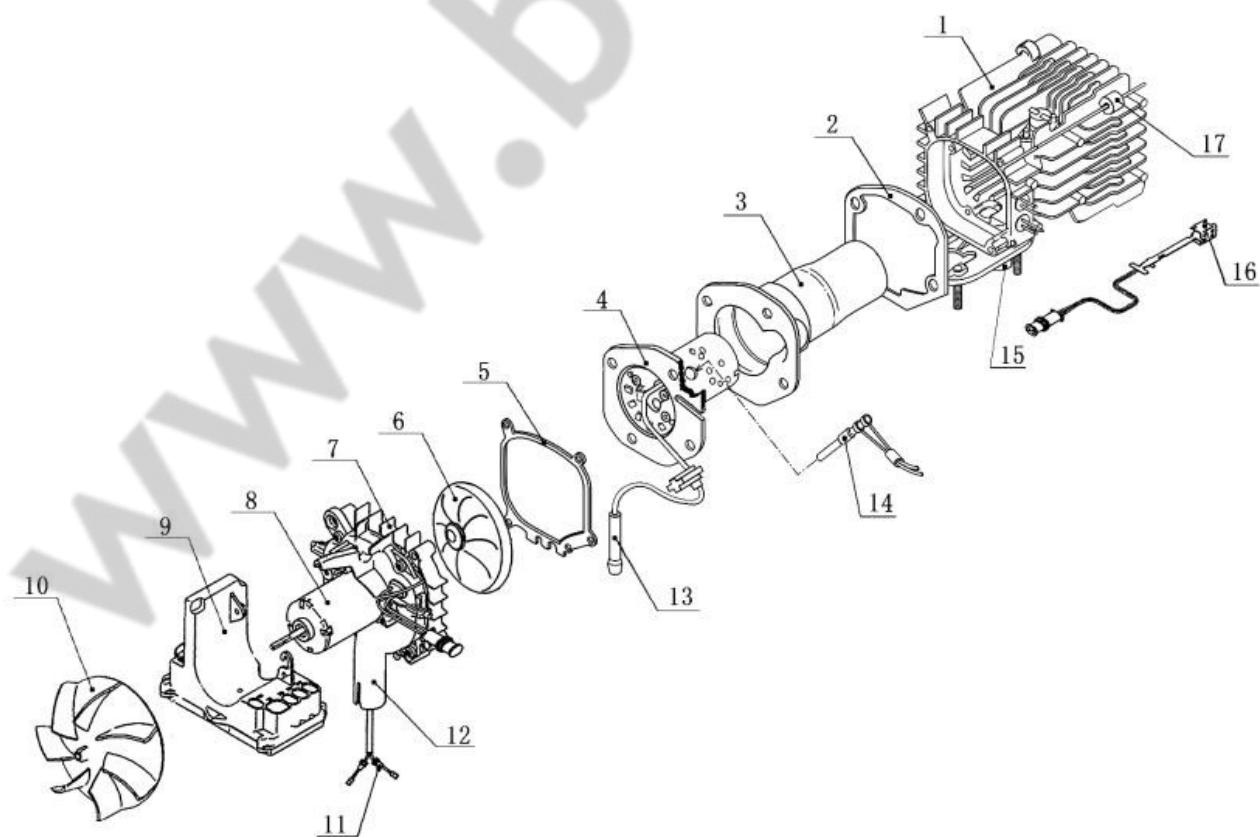
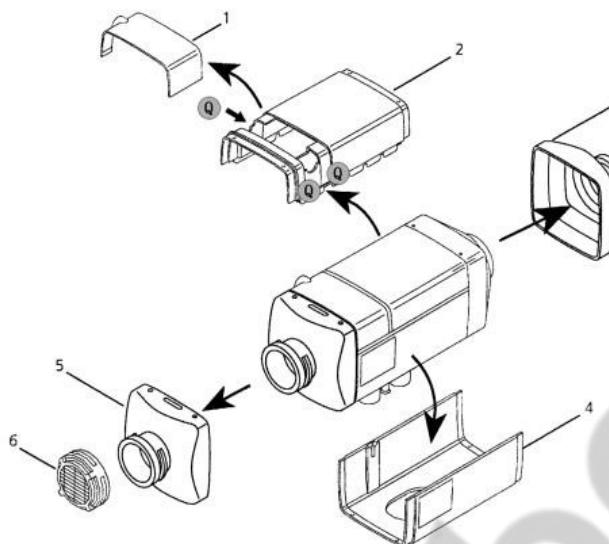
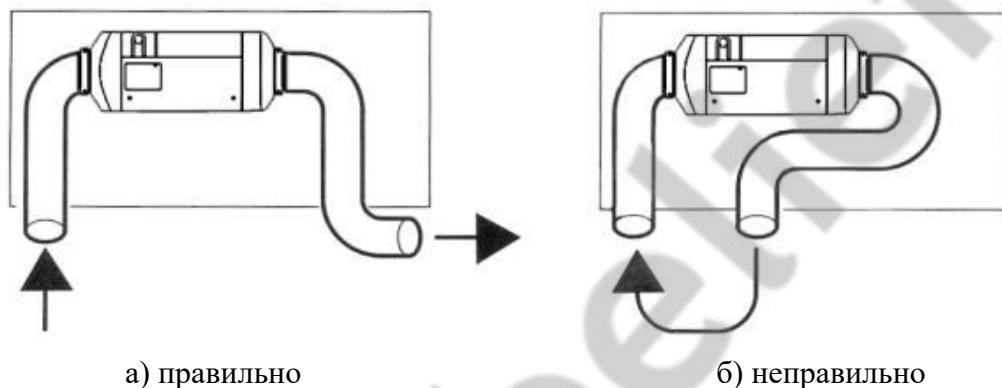

Рис. 3
Рис. 4
Рис. 11
На Рис. 3 представлена печка в разобранном виде.
Структура кожуха представлена на Рис.4. Он состоит из верхней крышки 2 (крышка распределительной коробки 1 может быть зафиксирована на отверстии в верхней крышке), нижней крышки 4, крышки на входе воздуха 6, крышки на входе потока воздуха в печку 5 и крышки на выходе горячего воздуха 3. Эти компоненты формируют канал прохождения воздуха. Крыльчатка вентилятора (Рис.3 -10) осуществляет забор холодного воздуха. Воздух нагревается теплообменником и выдувается наружу.
Контроллер (Рис. 3 -9) расположен перед печкой, позади нагревательного вентилятора. Контроллер, снабжённый однокристальным микропроцессором, осуществляет измерение температуры, частоты, скорости вращения и напряжение. Функции контроллера заключаются в автоматизации процесса нагрева, автоматизации системы контроля и автоматизации системы реагирования на неисправности.
Датчик перегрева (Рис.3 -16) установлен на задней внешней стенке теплообменника. Если температура превышает 182° С, то контроллер размыкает цепь топливного насоса и подача топлива прекращается и затем печка отключается с целью защиты от перегрева.
4.3.6 В случае внутренней установки печки необходимо принять меры чтобы избежать опадания горячего воздуха с выхода на входной порт печки (как показано на Рис. 11). Если в этом режиме входная труба не подсоединяется, то на входе печки должна быть установлена крышка с сеткой (Рис. 4 -6). Воздух на вход печки должен поступать из холодных мест салона, таких как места под креслами или задним диваном.